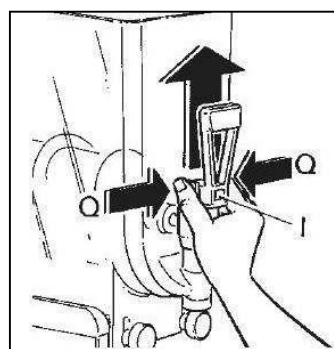

Fig. 12
-Appuyer simultanément sur les ailettes du bloc Q et soulever le robinet I afin de l'extraire de son propre emplacement (voir fig.12).